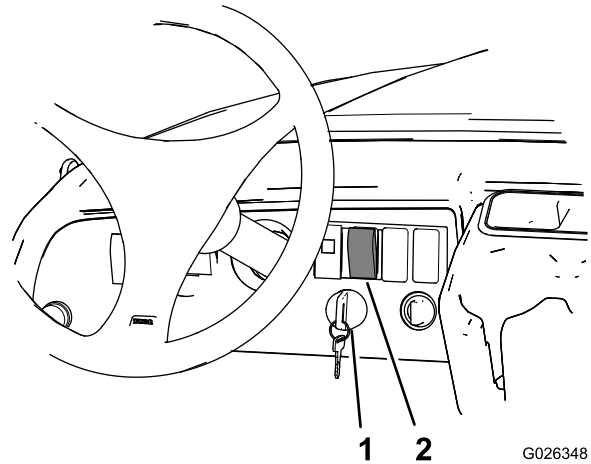

Figure 22
3. Tournez la clé de contact en position Contact (Figure 22).
4. Appuyez sur le haut de la commande de relevage jusqu'à ce que le vérin du plateau soit complètement déployé (Figure 22).
5. Tournez la clé de contact en position Arrêt (Figure 22).